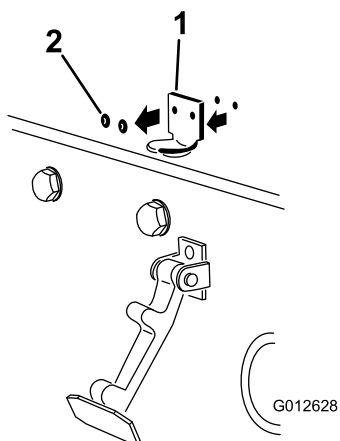

図3
2. フードラッチのブラケットをフードに固定しているリベット2本を外し 図3 フードからフードラッチのブラケットを取り外す。